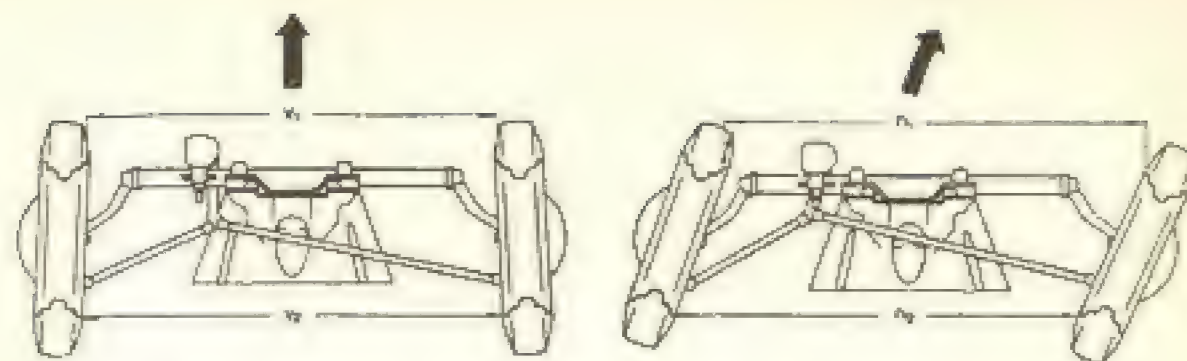

Fig. 3-Q — Ângulos de convergência e divergência nas curvas
**Ângulos de convergência e divergência.** — O ângulo de convergência das rodas dianteiras visa a compensar a tendência que as mesmas têm de se abrirem a frente, quando em marcha. Por isso, as rodas são colocadas de modo a convergiem ligeiramente a frente, como se vê na fig. 3-Q. A distância V1 é menor que a distância V2. A diferença é muito pequena: 1 a 3 mm somente. (Na Kombi, até 5 mm, carregada).
Por isso, quando se faz uma curva, a convergência vai diminuindo, até tornar-se em divergência, como mostra a fig. 3-Q, em que a distância  $n_1$ , na frente, é maior do que a distância  $n_2$ , atrás.
**Verificação da convergência.** — Nessa operação as rodas devem estar dirigidas diretamente para a frente. Existem várias marcas de aparelhos para tal fim, de modo que deve-se seguir as recomendações do fabricante sobre seu uso. Em alguns, a medida das distâncias  $n_1$  e  $n_2$ , fig. 3-Q, se faz pelo lado externo do aro, enquanto outros realizam essas medidas pelo lado de dentro. No aparelho descrito no "Manual de Reparações" usa-se o primeiro tipo, cujo ponteiro deve ser colocado na marcação "zero", depois de haver sido medida a distância entre os bordos externos dos aros, na altura do centro de rotação. Retira-se o aparelho e coloca-se o mesmo atrás, e comprova-se a diferença indicada pelo ponteiro.